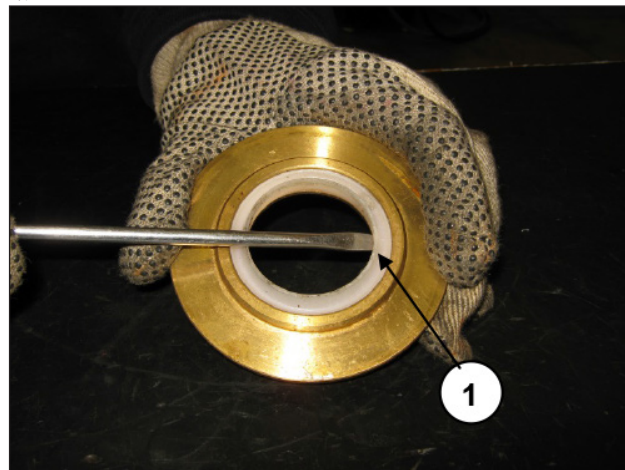

图 112
按照位置①, 图 112的指示, 利用一件简单的工具来拆下刮环, 注意不要损坏各自的底座。如有需要, 可在抽出刮环支座前先拆下活塞的(请参阅段落2.2.3.1)。